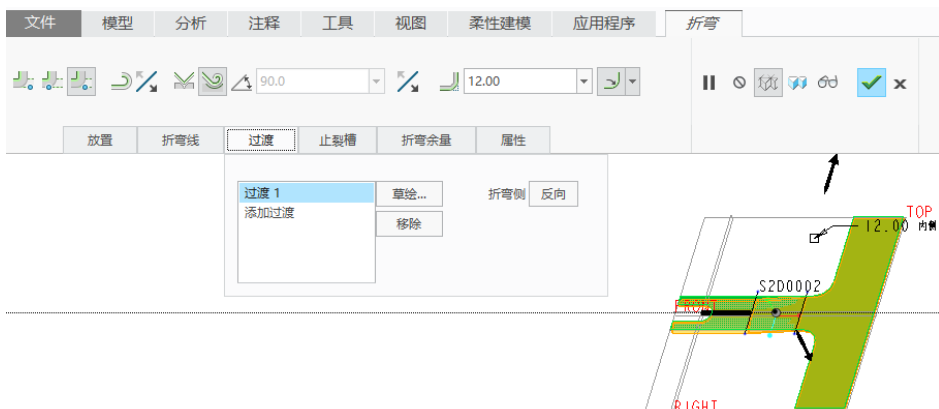
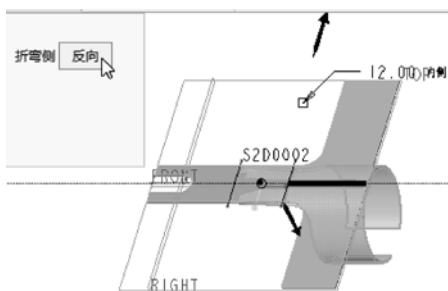

图 5-158 添加过渡 1 的默认效果
图 5-159 更改过渡区域相对于折弯过渡线的位置
(8) 定义好过渡边界线后，如果默认的效果如图 5-158 所示，则这并不是本例所需要的效果，还需要反向折弯侧。因此，在“折弯”选项卡的“过渡”面板中，在选择“过渡 1”时单击“折弯侧”旁的“反向”按钮，以更改过渡区域相对于折弯过渡线的位置，如图 5-159 所示。